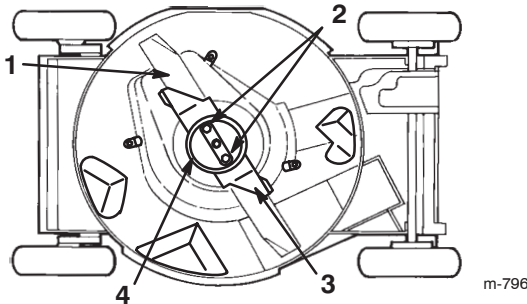

Bild 23
4. Kippen Sie den Rasenmäher auf seine rechte Seite (Luftfilter hoch) (Bild 23).
2. Entfernen Sie die Messermutter, die Antiskalpierschale, den Beschleuniger und das Messer (Bild 23).
5. Entfernen Sie die beiden Messermuttern, die Antiskalpierkuppe, den Beschleuniger und das Messer (Bild 23).